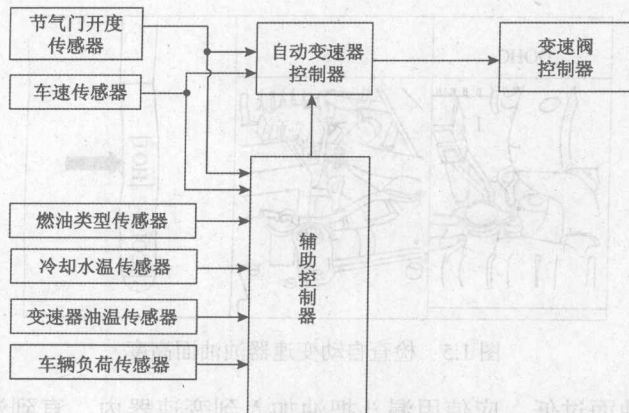

图 1.4 自动变速器控制装置示意图
(3) 液压自动换挡控制系统是由各润滑阀组成的控制系统。利用液压使离合器和制动器在一定条件下起作用,使行星齿轮系统自动地换挡。
(4) 自动变速器电控装置,利用传感器、自动变速器控制器及电磁阀等完成换挡任务。自动变速器控制装置示意图,如图 1.4 所示。